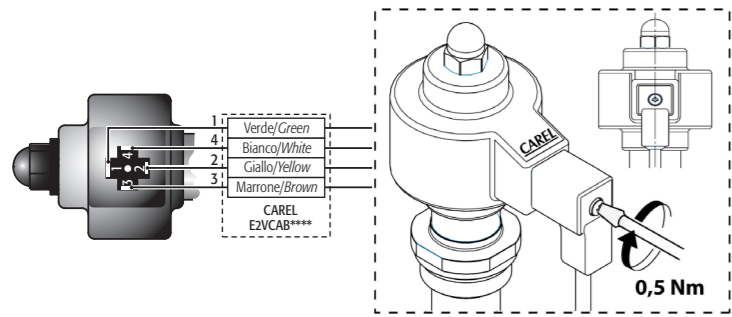

Fig. 3
4. collegare il connettore già cablato al motore passo passo nel relativo alloggiamento e serrare la vite con una coppia di 0,5 Nm seguendo le indicazioni in Fig. 3. Collegare a questo punto l'estremità quadrupolare del cavo nei relativi morsetti del Driver CAREL EVD*** o relativo controllo omologato CAREL ed impostare i parametri secondo il set riportato nella tabella sottostante.
4. connect the pre-wired connector to the socket on the stepper motor and tighten the screw tightening torque 0,5 Nm following the instructions in Fig. 3. Connect the four-pin end of the cable to the corresponding terminals on the CAREL EVD*** driver or approved CAREL controller and set the parameters as shown in the table below.
- Raccorder le connecteur déjà câblé au moteur pas à pas dans le logement correspondant et serrer la vis avec un couple de 0,5 Nm en suivant les indications de la Fig. 3. Connecter ensuite l'extrémité quadriplaire du câble aux bornes correspondantes du Driver CAREL EVD*** ou du régulateur homologue CAREL et configurer les paramètres selon la valeur reprise au tableau ci-dessous.
- Den vorverdrahteten Steckverbinder in den Schrittmotor einfügen und die Schraube nach den Anleitungen der Fig. 3 mit rund 0,5 Nm Drehmoment festschrauben. Das Verleiterkabelende an die entsprechenden Klemmen des CAREL-Treibers EVD*** oder an eine andere zugelassene CAREL-Steuerung anschließen und die Parameter gemäß Parameter-Set der nachstehenden Tabelle einstellen.